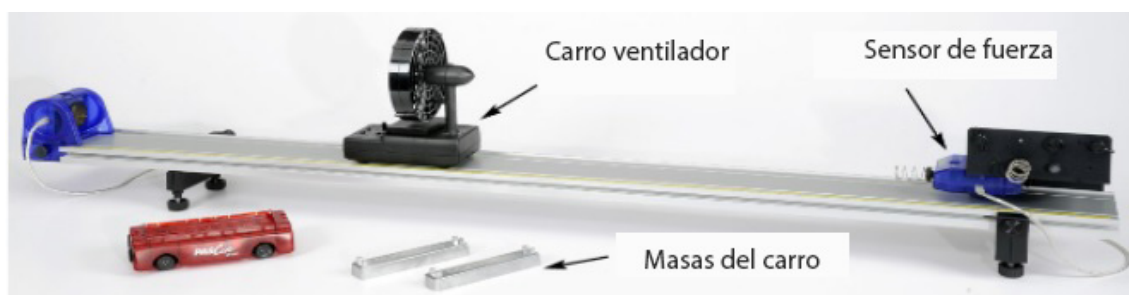

Figura 13.2: Midiendo aceleración del carro utilizando el sensor de movimiento.
1. Configurar la pista como se muestra en la Figura 13.2 con el sensor de movimiento en el extremo de la pista que es el punto cero de la regla amarilla.